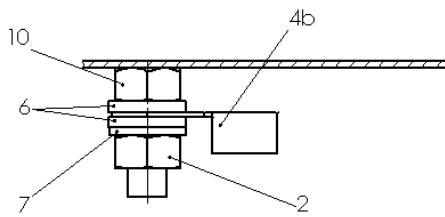

Abb. 10 / Fig. 10
- Die Erdungsleitung (grün/gelb) des Gehäusedeckels, wenn sie gelöst wurde, gemäß Abb. 10 wieder anschließen.
- The earthing cable (green / yellow) of the housing cover, when disconnected, must be reconnected as shown in Fig. 10